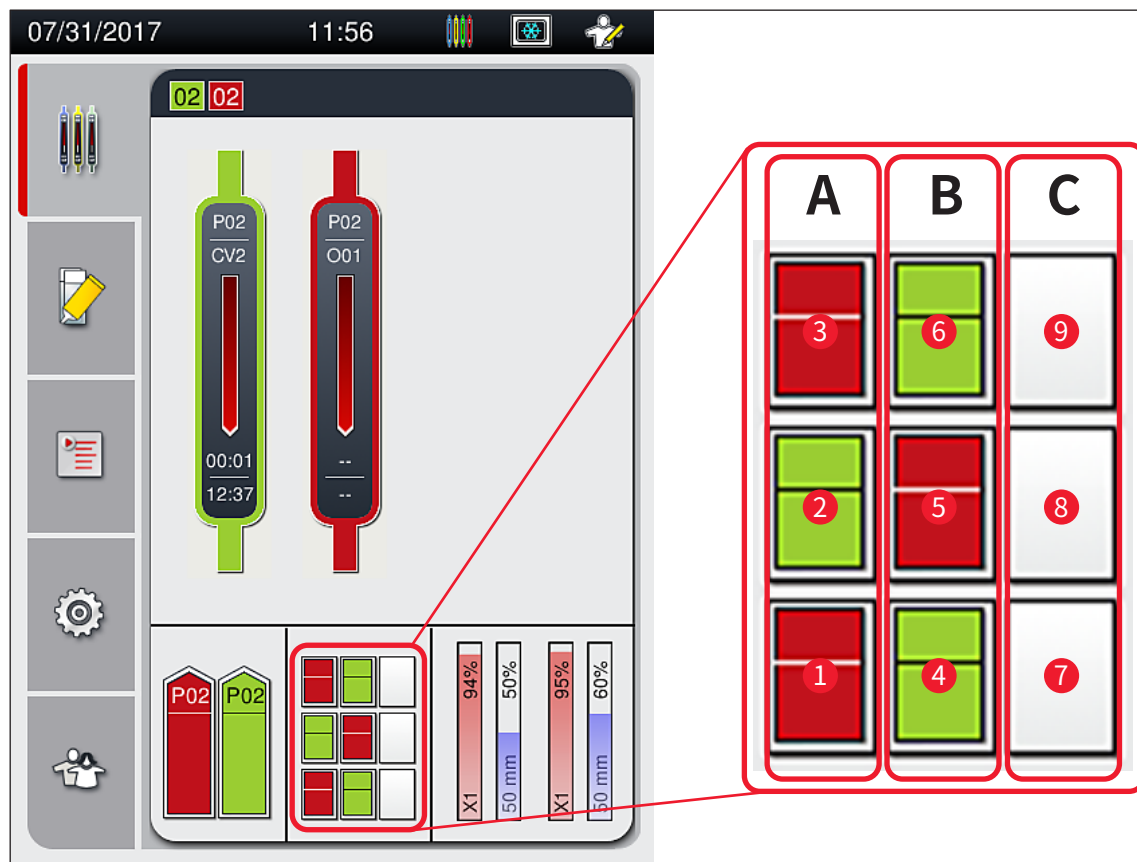

图 75
- 卸载抽屉最多可容纳 9 个玻片架。玻片架从 A1 到 C9 按所示的顺序放置在卸载抽屉中 (→ 图 75)。